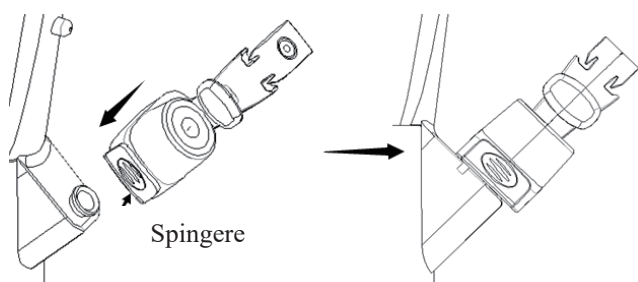

Figura 2
1. Fissare il dispositivo di bloccaggio del filo di guida all'ingresso del canale dell'endoscopio. Al momento dell'installazione, premere il blocco di fissaggio a scorrimento del dispositivo di bloccaggio del filo di guida, quindi allineare l'ingresso del canale dell'endoscopio, premere il dispositivo di bloccaggio del filo di guida verso il basso, quindi rilasciare il blocco di fissaggio a scorrimento. Infine, assicuratevi che il dispositivo di bloccaggio del filo di guida sia fissato saldamente all'ingresso del canale dell'endoscopio (vedere Figura 2).